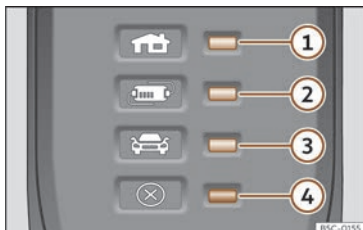

Fig. 66 Nel cavo di ricarica per prese di corrente: Spie di controllo del dispositivo di protezione.
>>> **fig. 66:**
Il dispositivo di protezione elettronico >>> **fig. 66** fa sì che il connettore di ricarica rimanga senza corrente finché non si inserisce nella presa di ricarica del veicolo.
Una o più spie di controllo >>> **fig. 66** ①, ② o ③ si accendono in verde.
Indicazione >>> fig. 66	Significato
①, ④ lampeggiano	Il connettore domestico si è surriscaldato.
②, ④ lampeggiano	Il dispositivo di protezione si è surriscaldato.
Se il processo di ricarica continua ad una corrente inferiore, oltre all'indicatore di funzionamento, lampeggia >>> **fig. 66** ④ in rosso la spia di avvertimento.
di calore esterna, controllare in quale spia di controllo verde lampeggia >>> **fig. 66**. Per il controllo del cavo di ricarica, rivolgersi a un rivenditore specializzato CUPRA o a qualsiasi rivenditore della rete SEAT. Per verificare il collegamento dell'infrastruttura rivolgersi a uno stabilimento specializzato in installazioni elettriche.
Se la spia di avvertimento **④** rossa lampeggia o si accende senza che, a sua volta, si accenda fissa una spia di controllo >>> **fig. 66** **①**, **②** o **③** dell'indicatore di funzionamento, si è verificata un'avaria.